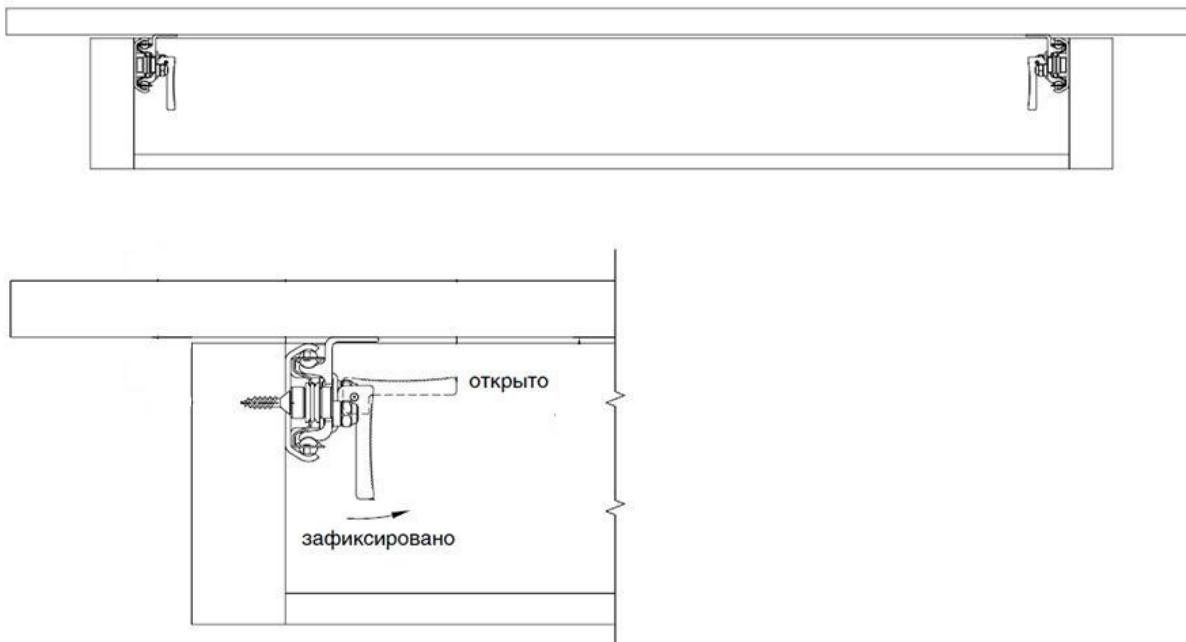

Рис. 5
6. Для фиксации крышек, на направляющих механизма раздвижения предусмотрены фиксаторы (рис.5).